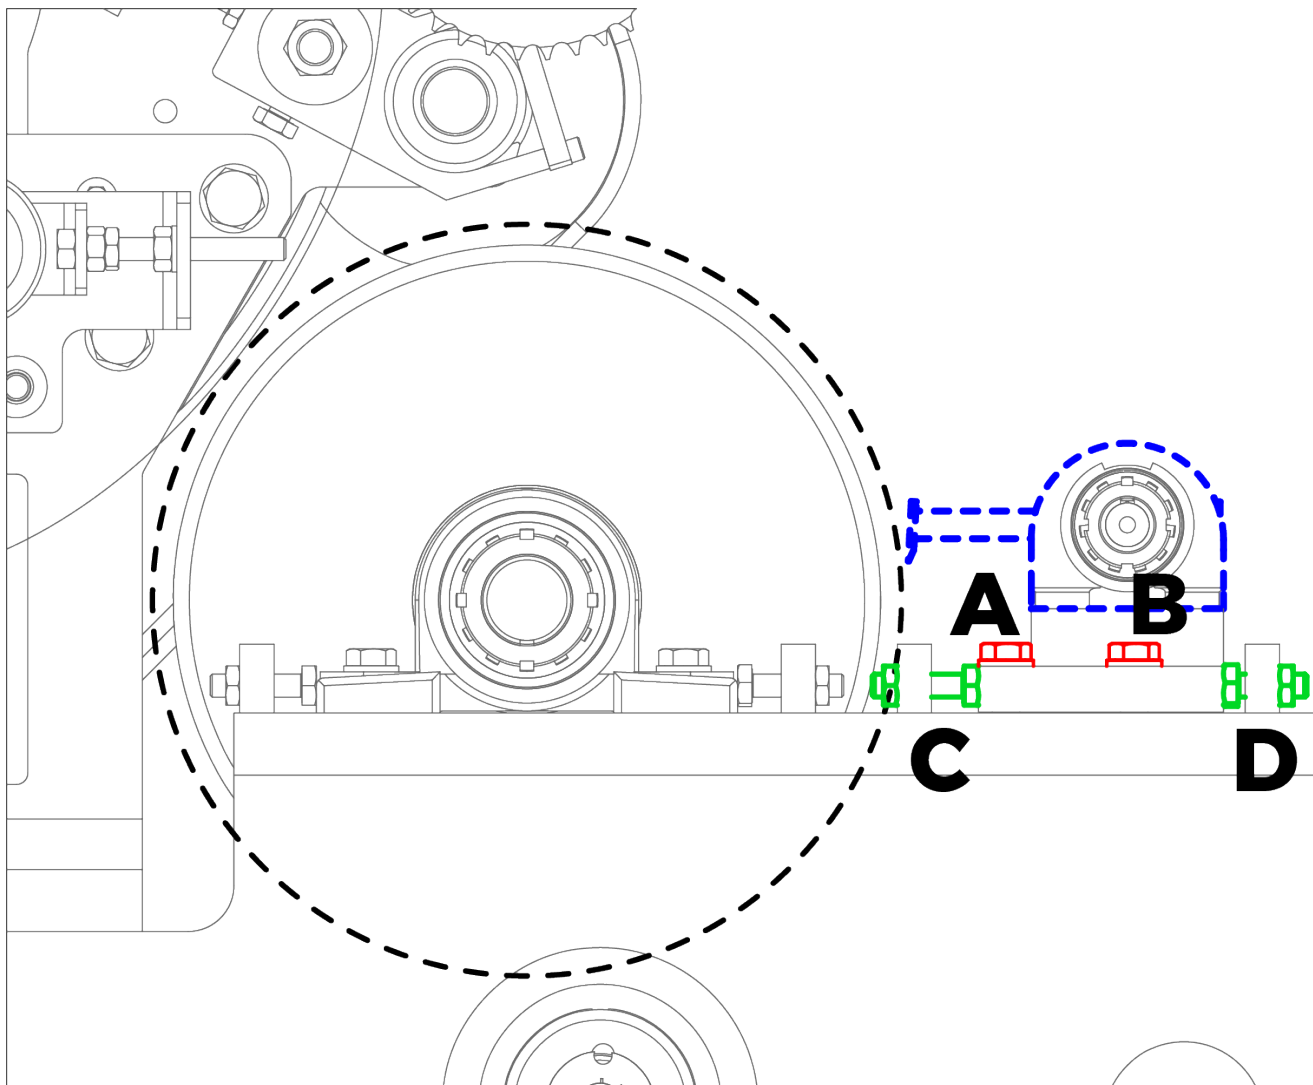

Figura 6.3.11 – Registrazione del pettine staccavelo
Dopo aver posizionato il pettinatore occorre registrare la distanza tra il cilindro pettinatore e il pettine staccavelo (evidenziato in **blu** nella Figura 6.3.11).
- Allentare le due viti di bloccaggio su entrambi i lati (simboli **A** e **B** nella Figura 6.3.11).
- Regolare la distanza agendo sulle viti di registro (simboli **C** e **D** nella Figura 6.3.11).
- Dopo aver impostato la corretta distanza su entrambi i lati del rullo serrare le viti di bloccaggio (simboli **A** e **B** nella Figura 6.3.11).
- Serrare i dadi e i controdadi delle viti di registro (simboli **C** e **D** nella Figura 6.3.11).